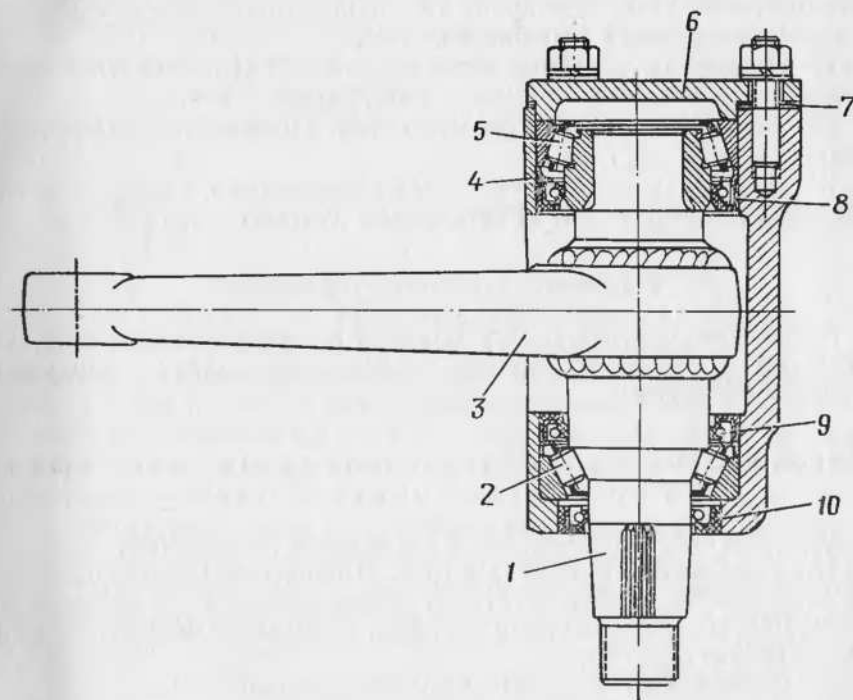

Рис. 11. Кронштейн с валиком маятникового рычага:
3. Установить тягу 22 (рис. 7) сошки в сборе с сошкой 17 и двуплечим рычагом 5 на место. Установить кронштейн 2 в сборе с маятниковым рычагом 1, направляя валик 1 (рис. 11) маятникового рычага 3 в отверстие двуплечего рычага 5 (рис. 7), совмещая